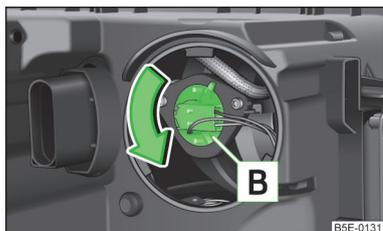

Abb. 224
- › Den Sockel **B** » Abb. 224 bis zum Anschlag in Pfeilrichtung drehen und herausnehmen.